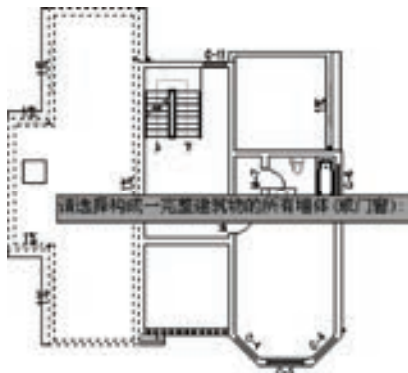

图 13-115 框选墙体图形
1) 调用“搜屋顶线”命令，根据命令行的提示，框选墙体图形，如图 13-115 所示。